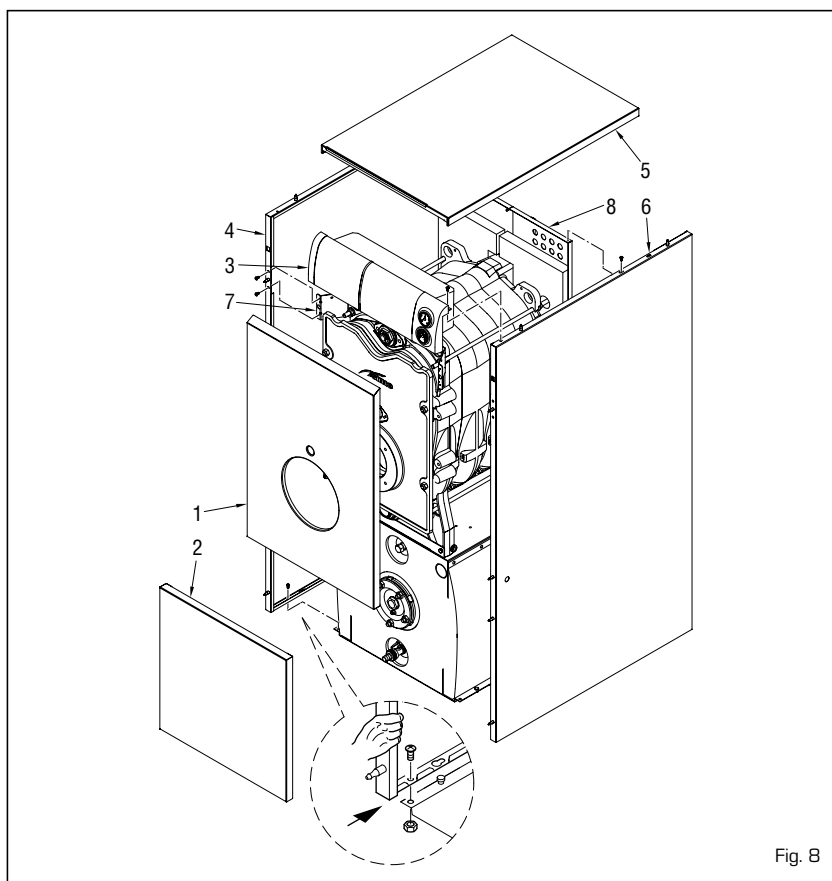

Fig. 8
3.3.3 Desmontagem da carcaça (fig. 8)